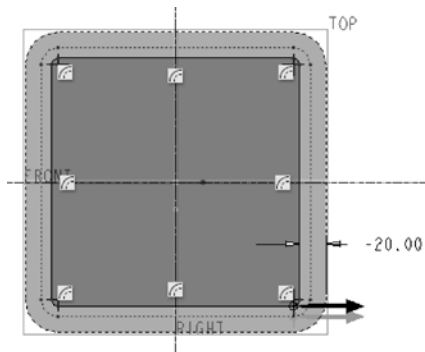

图 5-108 绘制截面 2
(5) 在“混合”选项卡的“截面”面板中，设置截面 2 的草绘平面位置定义方式选项为“偏移尺寸”，将其偏移自截面 1 的距离为“-2”（即确保截面 2 位于当前实体内部，它与截面 1 的距离绝对值为 2），单击“草绘”按钮，进入内部草绘器。
(6) 绘制第二个混合剖面（截面 2），如图 5-108 所示，单击✔（确定）按钮。